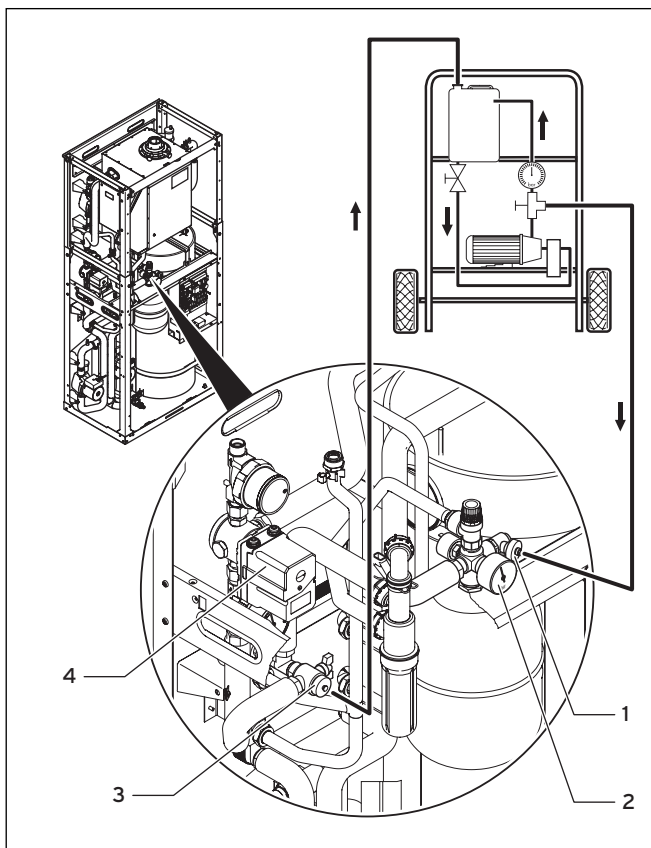

Abb. 7.30 Primärkreis befüllen
Das Primärkreisumschaltventil (**4** in **Abb. 7.30**) muss auf Stellung „Desorption mit Bypass“ stehen. Eine Befüllung und exakte Entlüftung des Primärkreises ist nur in der Ventilposition „Desorption mit Bypass“ möglich.
- Schrauben Sie die Schutzkappe an der Füllarmatur ab (**1 in Abb. 7.30**).
- Schließen Sie den Druckschlauch des Befüll-Trolleys an die Füllarmatur an (**1 in Abb. 7.30**).
- Schrauben Sie die Schutzkappe an der Spülarmatur ab (**3 in Abb. 7.30**).
- Schließen Sie den Spülschlauch des Befüll-Trolleys an die Spülarmatur an (**3 in Abb. 7.30**).
- Öffnen Sie den Kugelhahn der Spülarmatur (**3 in Abb. 7.30**) vollständig (= 90 °-Drehung).
- Öffnen Sie das Füllventil der Füllarmatur (**1** in **Abb. 7.30**).
- Wenn das Wasser aus dem Spülschlauch blasenfrei austritt, dann schließen Sie langsam den Kugelhahn an der Spülarmatur (**3** in **Abb. 7.30**).
- Füllen Sie nun den Primärkreis mit dem Wärmeleitmedium (enthärtetes Wasser), bis der Druck am Manometer (**2** in **Abb. 7.30**) der Sicherheitsgruppe des Primärkreises 5 bar anzeigt.
- Schließen Sie das Füllventil an der Füllarmatur (**1** in **Abb. 7.30**).
- Schrauben Sie den Füllschlauch von der Füllarmatur ab und die Schutzkappe wieder auf (**1** in **Abb. 7.30**).
- Schrauben Sie den Spülschlauch von der Spülarmatur ab und die Schutzkappe wieder auf (**3** in **Abb. 7.30**).